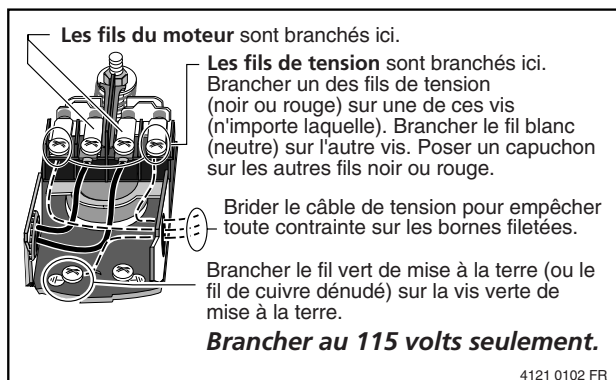

Figure 7 – Branchements des fils sur le courant d'alimentation en 115 volts
4. Brancher les fils d'alimentation en courant sur le pressostat, comme il est illustré à la Figure 7.